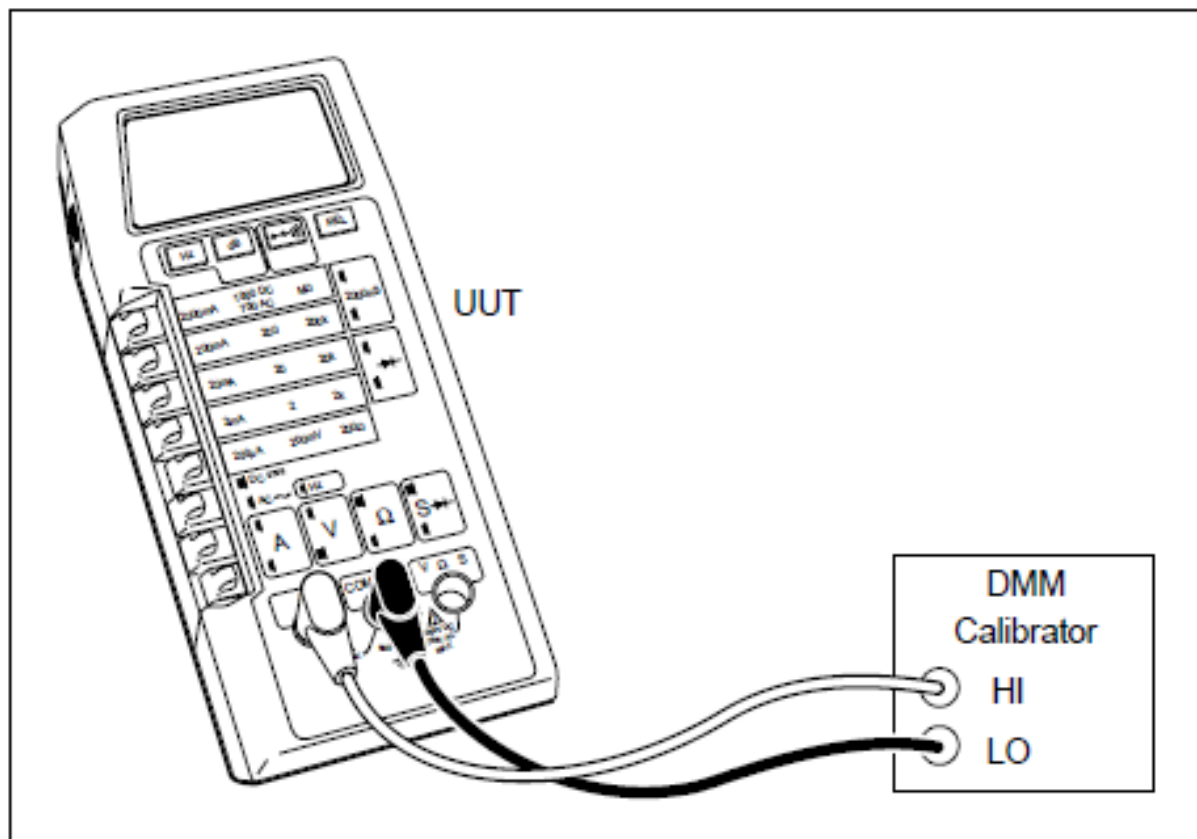

Figure 5-5. Equipment Connection for Current Test
- 1, 连接 UUT 和数字万用表校准器，如图 5-5 所示。